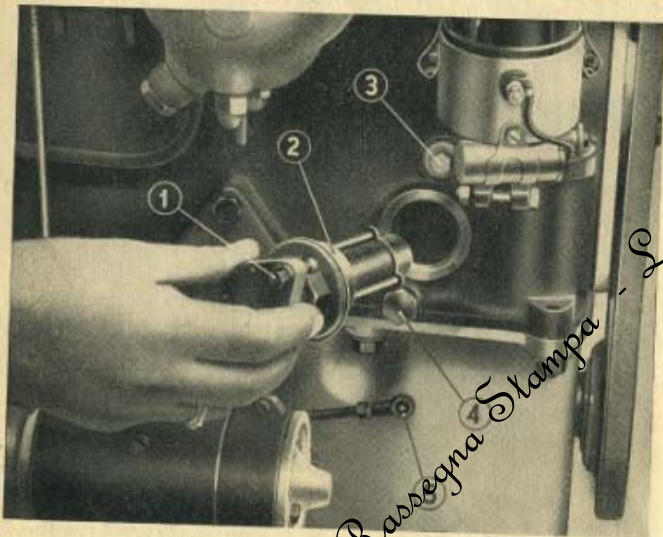

Fig. 18. - Smontaggio del filtro a lamelle.
Sul lato destro del blocco cilindri, immediatamente sotto lo spinterogeno, è incorporato, in posizione orizzontale, il filtro autopulitore a lamelle (2) (vedi fig. 18).
Ogni 1000 km. di percorso della vettura è bene far compiere al filtro, col motore avviato, una rotazione a mano di almeno due giri e scaricare le impurità svitando l'apposito tappo (4) situato immediatamente sotto il filtro stesso (vedere fig. 18).